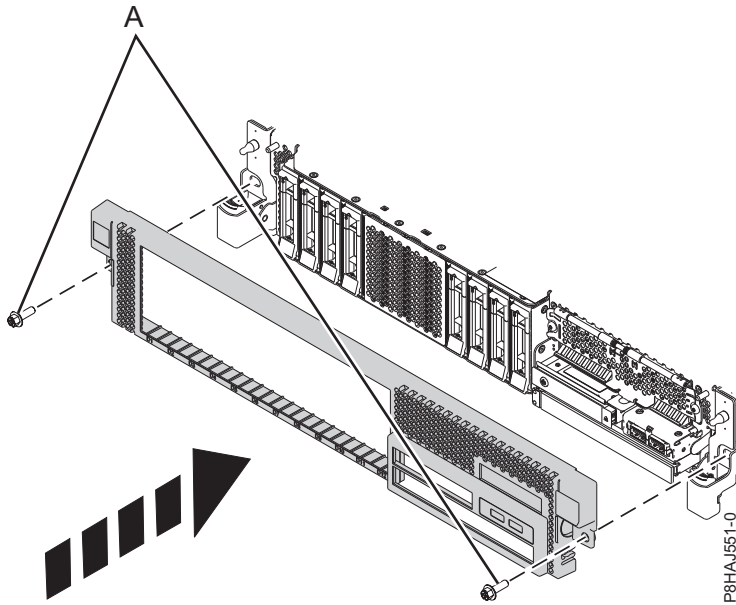

Figure 16. Installation du capot avant
3. Appuyez sur les loquets dans le sens indiqué dans la figure 16, à la page 34. Le capot avant se met en place ; il est doté d'un renforcement permettant de le tenir plus facilement.
4. Remettez en place les vis de transport (A).